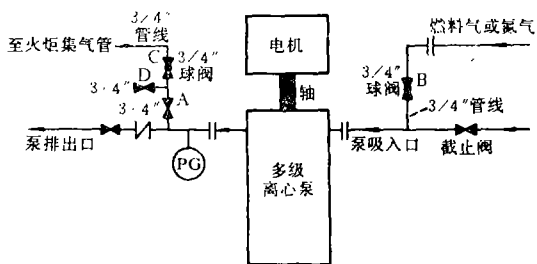

图 1 推荐用于泵的启动设施
推荐的泵启动时的操作步骤如下(见图1):
2. 打开图1中标记A的 $3/4$ 英寸截止阀。
3. 打开图1中标记B的燃料气/氮气球阀。此时,可获得一个略高于系统的压力(相当于液体泡点下的压力)以阻止闪蒸。气体所指示的压力即为系统压力。